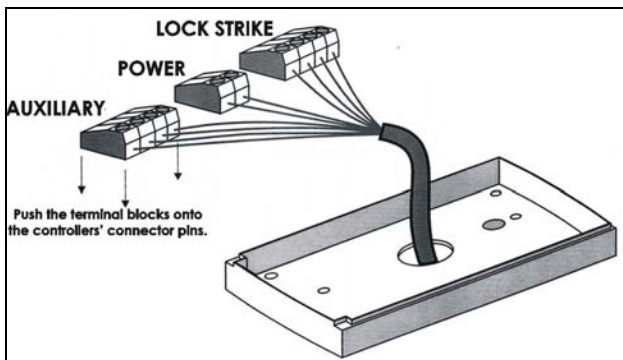

Figura 6: Conexiones a los Terminales
- 3) Dirija los cables a través del orificio central en la placa trasera. Ver Figura 6. Conecte los terminales de conexión tal y como se indica.